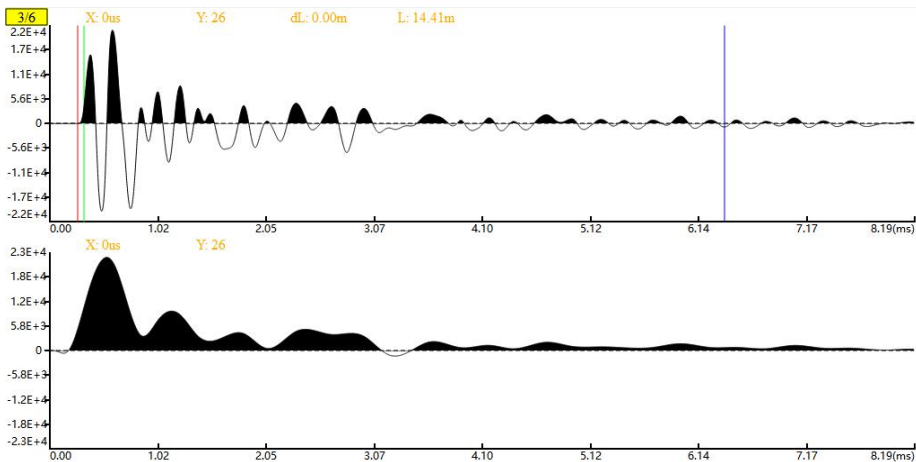

图 3-16 包络提取
- 包络提取：对需分析的波形进行包络提取操作，并显示在分析视图的第二块区域，变化如图 3-16 显示。包络所反应的是在立柱中波形传播的状态，在正常情况下波形是会呈指数衰减状，如有幅值突然变大则多为反射点，可进一步判定是否为杆头、孔口、杆底或缺陷点。快捷键为 **[E]**。